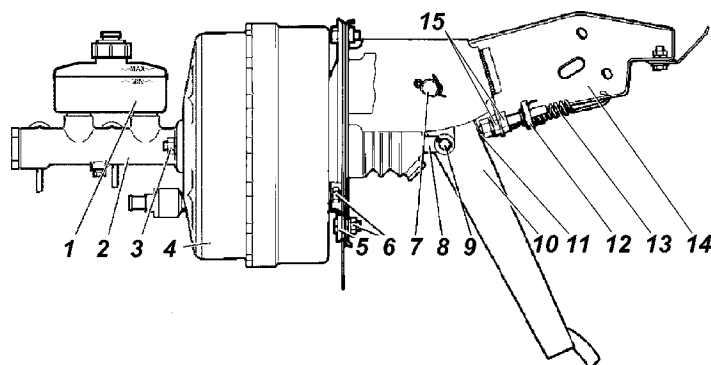
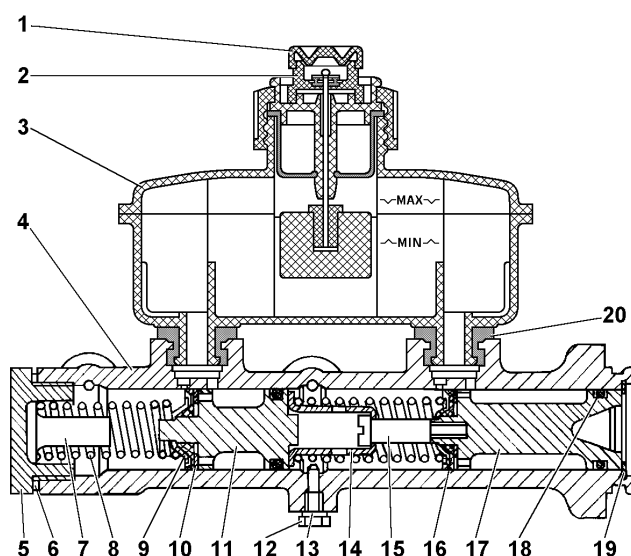
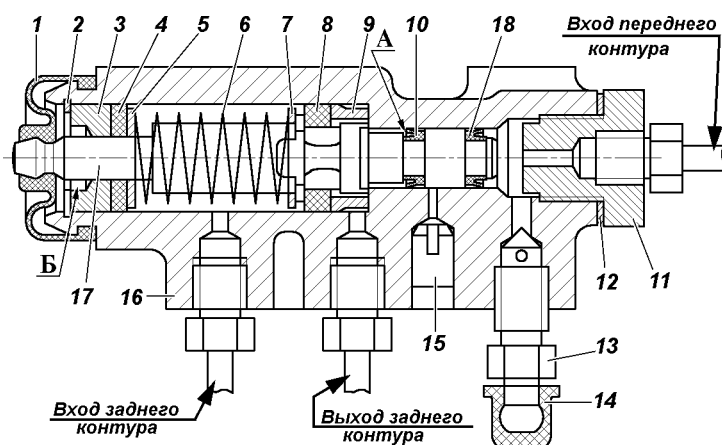

Рис. 13.3. Привод главного цилиндра:
Рис. 13.4. Главный тормозной цилиндр:
Рис. 13.5. Регулятор давления:
Привод рабочей тормозной системы (рис. 13.3) включает педаль, вакуумный усилитель, двухкамерный главный тормозной цилиндр (рис. 13.4) с датчиком уровня тормозной жидкости, трубопроводы с соединительной арматурой, блоки цилиндров передних тормозных механизмов, колесные цилиндры задних тормозных механизмов и регулятор давления (рис. 13.5), который автоматически корректирует давление тормозной жидкости в тормозных механизмах задних колес в зависимости от загрузки автомобиля.
Систематически проверяйте уровень жидкости в бачке главного тормозного цилиндра и в случае необходимости доводите его до нормы. Уровень жидкости в бачке 3 (см. рис. 13.4) проверяется визуально по меткам, нанесенным на корпусе бачка, выполненного из полупрозрачной пластмассы. При снятой крышке 2 и новых накладках тормозных механизмов уровень жидкости должен быть на метке "MAX". Если гидропривод исправен, понижение уровня жидкости в бачке связано с износом накладок колодок тормозных механизмов. Понижение уровня до метки "MIN" косвенно свидетельствует об их предельном износе. В этом случае необходимо вести непосредственный контроль за состоянием накладок, а доливать жидкость в бачок нет необходимости, т.к. при установке новых накладок уровень жидкости в бачке поднимется до нормального.
При нажатии на тормозную педаль поршень 17 (см. рис. 13.5) регулятора давления должен выдвинуться из корпуса на 1,7-2,3 мм. Отсутствие хода поршня, а также его недостаточный или чрезмерный ход свидетельствуют о неисправности регулятора или его привода.
Регулировку свободного хода педали производите изменением положения упора (см. рис. 13.3) выключателя 12 сигнала торможения. Затяните гайки 15.
3. Заверните болт 4 до соприкосновения его с хвостовиком поршня 17 (см. рис. 13.5) регулятора.